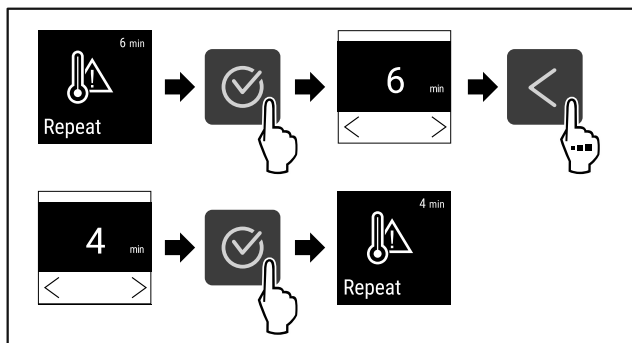

Fig. 134
- ▶ Провести етапи операцій (див. Fig. 134) .